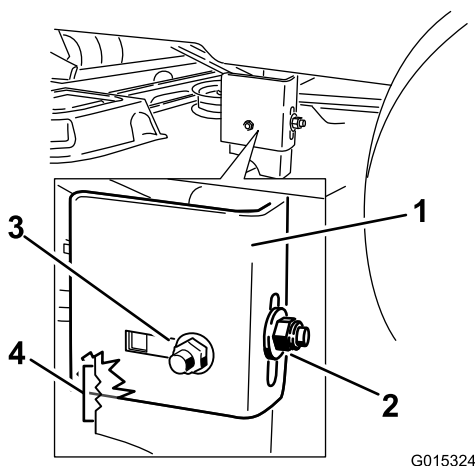

Bild 60
- Lösen Sie die hintere Sicherungsmutter am Hängeprofil (Bild 60).
- Lösen Sie die seitliche Sicherungsmutter am Hängeprofil so viel, dass Sie das Profil einstellen können (Bild 60).
- Stoppen Sie das Mähwerk an der eingestellten Stellung und ziehen Sie die seitliche Sicherungsmutter am Hängeprofil fest, um die neue Stellung zu arretieren (Bild 60).